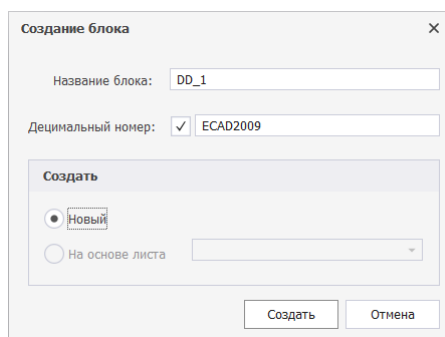

Рис. 27 Заполнение данных блока
2. Заполните необходимую информацию в окне «Создание блока» и нажмите «Создать», Рис. 27.